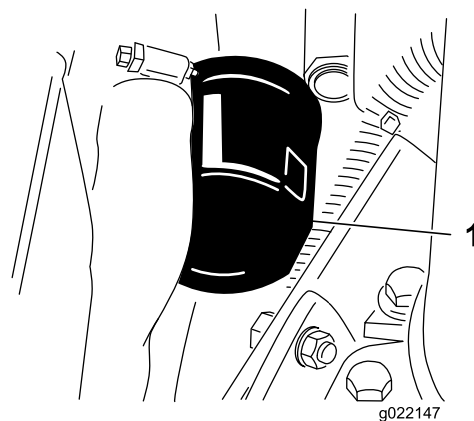

Figura 53
2. Retire el filtro de aceite (Figura 53). Aplique una capa ligera de aceite limpio al filtro nuevo antes de enroscarlo. **No apriete demasiado.**